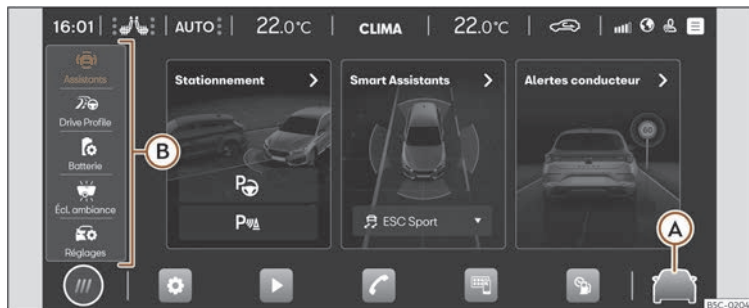

Fig. 14 Représentation schématique : Assistants et réglages du véhicule.
En appuyant sur >>> fig. 14 (A), ou, dans le menu principal, sur **Réglages du véhicule**, le menu des assistants et des réglages du véhicule s'ouvre. Ensuite, en appuyant sur l'un des menus situés dans la zone de gauche (B), l'écran affiche le menu de réglages ou d'assistants sélectionné.